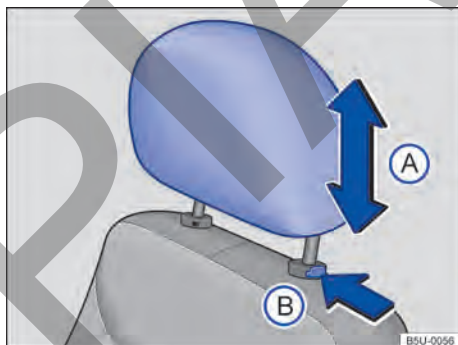

Fig. 57 Apoyacabezas delanteros: ajustar.
- Empujar el apoyacabezas hacia arriba o hacia abajo en el sentido de la flecha → fig. 57 (A) → ⚠ en *Introducción al tema* de la pág. 69.